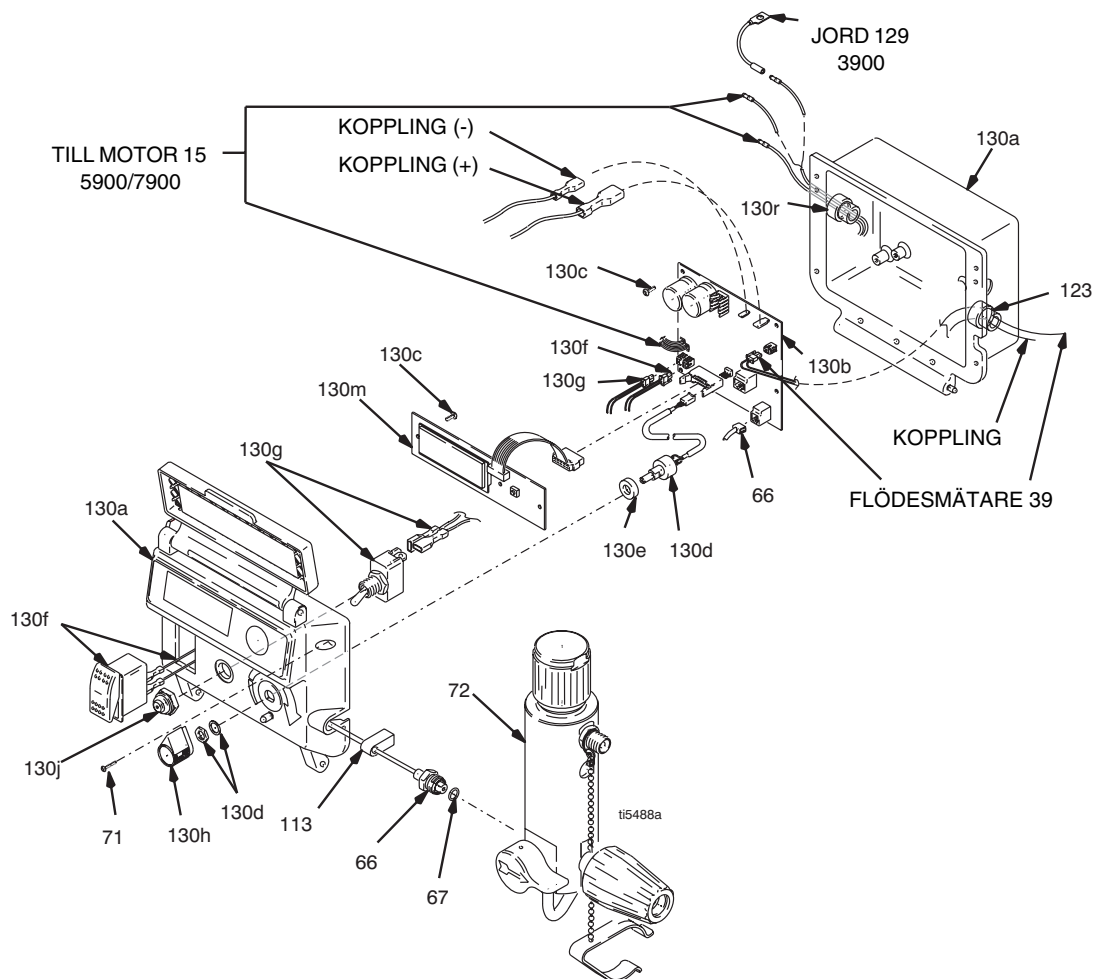

FIG. 14
12. FIG. 14. Anslut kopplingskabeln inuti tryckregleringen.
1. FIG. 14. Ta bort de två skruvarna (71) och fäll ner kåpan (130a).
- FIG. 14. Ta bort de två skruvarna (71) och fäll ner kåpan (130a).
- Ledning från givare (66)
- Ledning från flödesgivare (39)
- FIG. 14. Montera styrkortet (130b) med fyra skruvar (130c).
- Lossa givarledningen (66) från styrkortet (130b).
- Dra ur givarledningen ur gummigenomföringen (113).
- Ta bort tryckgivaren (66) och o-ringen (67) från filterhuset (72).
- FIG. 14. Montera o-ringen (67) och tryckgivaren (66) i filterhuset (72). Dra åt till moment 47–61 N.m.
- Anslut givarledningen (66) till motorstyrkortet (130b).
- Fäll upp kåpan (130a) och skruva fast den med två skruvar (71).
- FIG. 14. Montera potentiometer, axelmutter, låsbricka och potentiometerratt (130h).